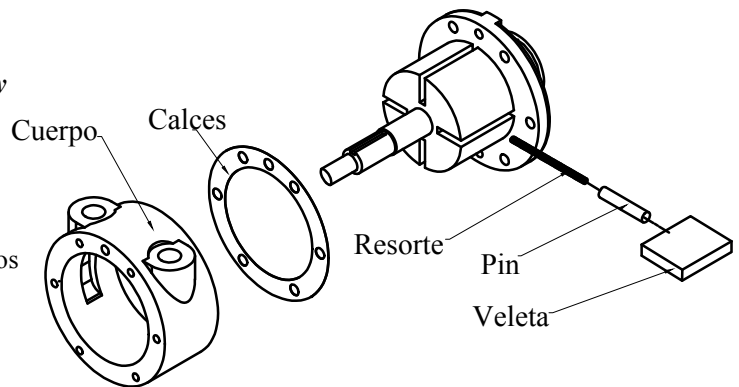

Fig. 2
6. Retire el cuerpo y veletas. Consulte la fig. 2.